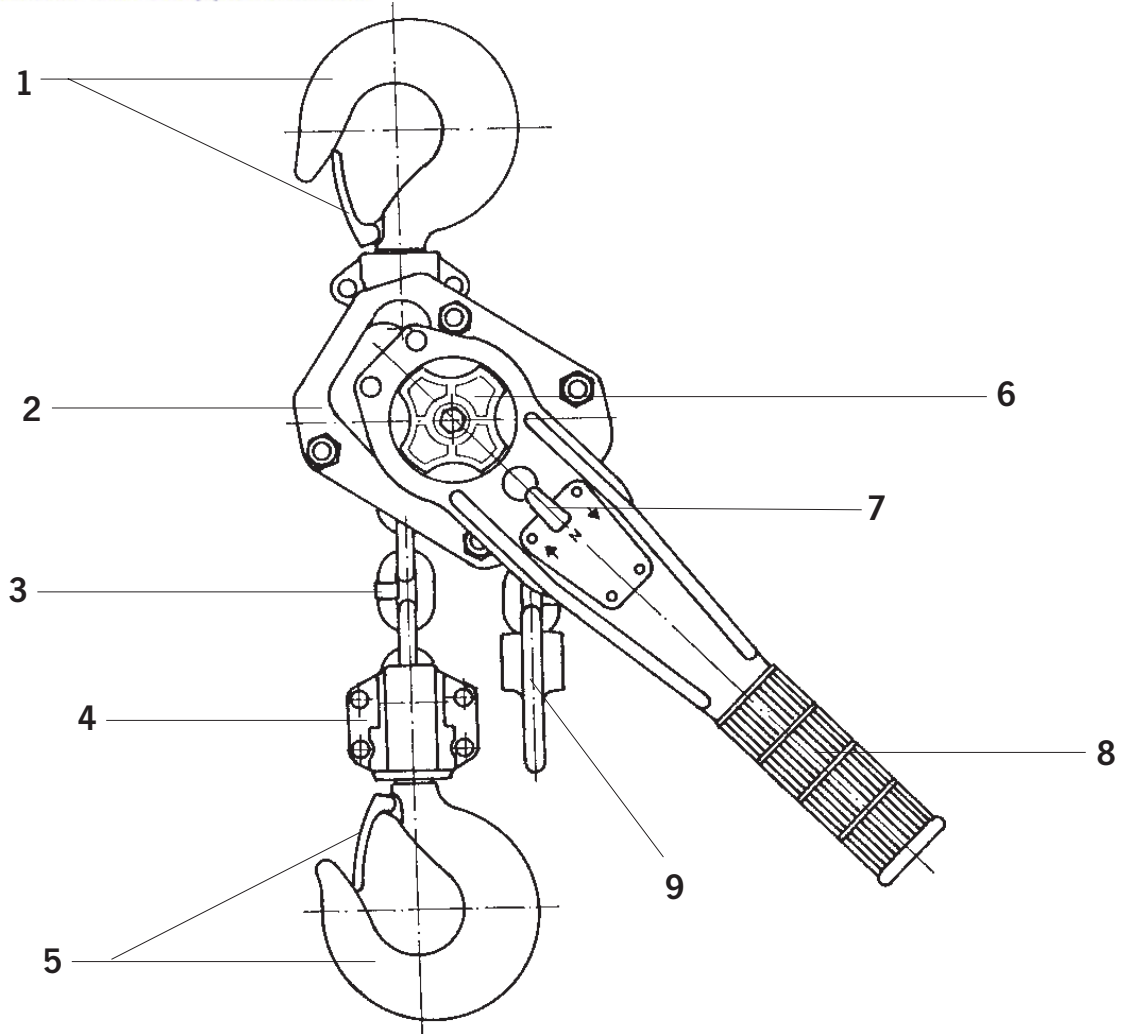

Fig. 11
- Non utilizzare i ferma catena come normali fine corsa (Fig. 11);
Il ferma catena deve essere collegato all'estremità libera della catena (Fig. 11).
Ruotare la leva di selezione del movimento (Fig. 11) in posizione neutra (posizione centrale). La catena può ora essere tirata in entrambe le direzioni così da portare il gancio di sollevamento alla posizione desiderata con estrema facilità.
Ruotare la leva di selezione del movimento in posizione sollevamento ,↑' (Fig. 11).
Ruotare la leva di selezione del movimento in posizione discesa ,↓' (Fig. 11). Azionare la leva a mano pompando verso il basso.